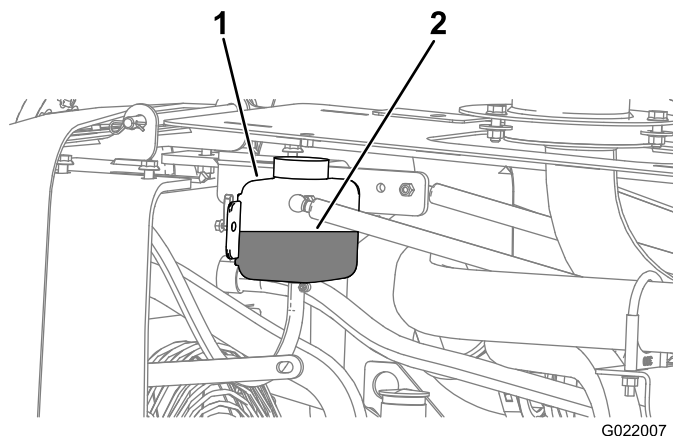
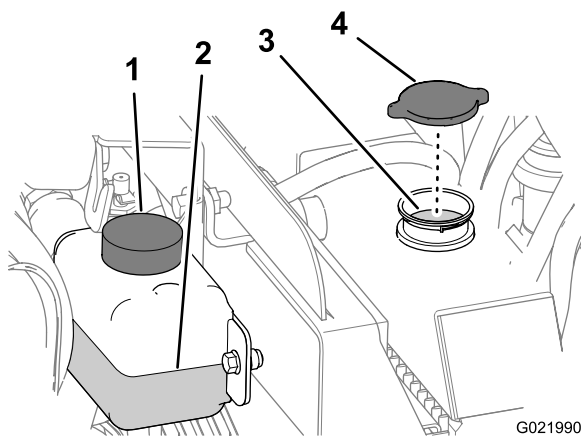

Рисунок 138
Рисунок 139
4. Проверьте уровень охлаждающей жидкости в резервуаре (Рисунок 138).
4. Снимите крышку с горловины заливного отверстия радиатора и проверьте уровень охлаждающей жидкости (Рисунок 138 и Рисунок 139),
5. Если уровень охлаждающей жидкости низкий, добавьте охлаждающую жидкость до низа заливной горловины (Рисунок 139).
6. Установите на место крышку заливной горловины радиатора и убедитесь, что она надежно уплотнена (Рисунок 139).
4. Снимите крышку радиатора (Рисунок 139).
- 2. Снимите крышку радиатора (Рисунок 139).
4. Установите крышку радиатора (Рисунок 139).